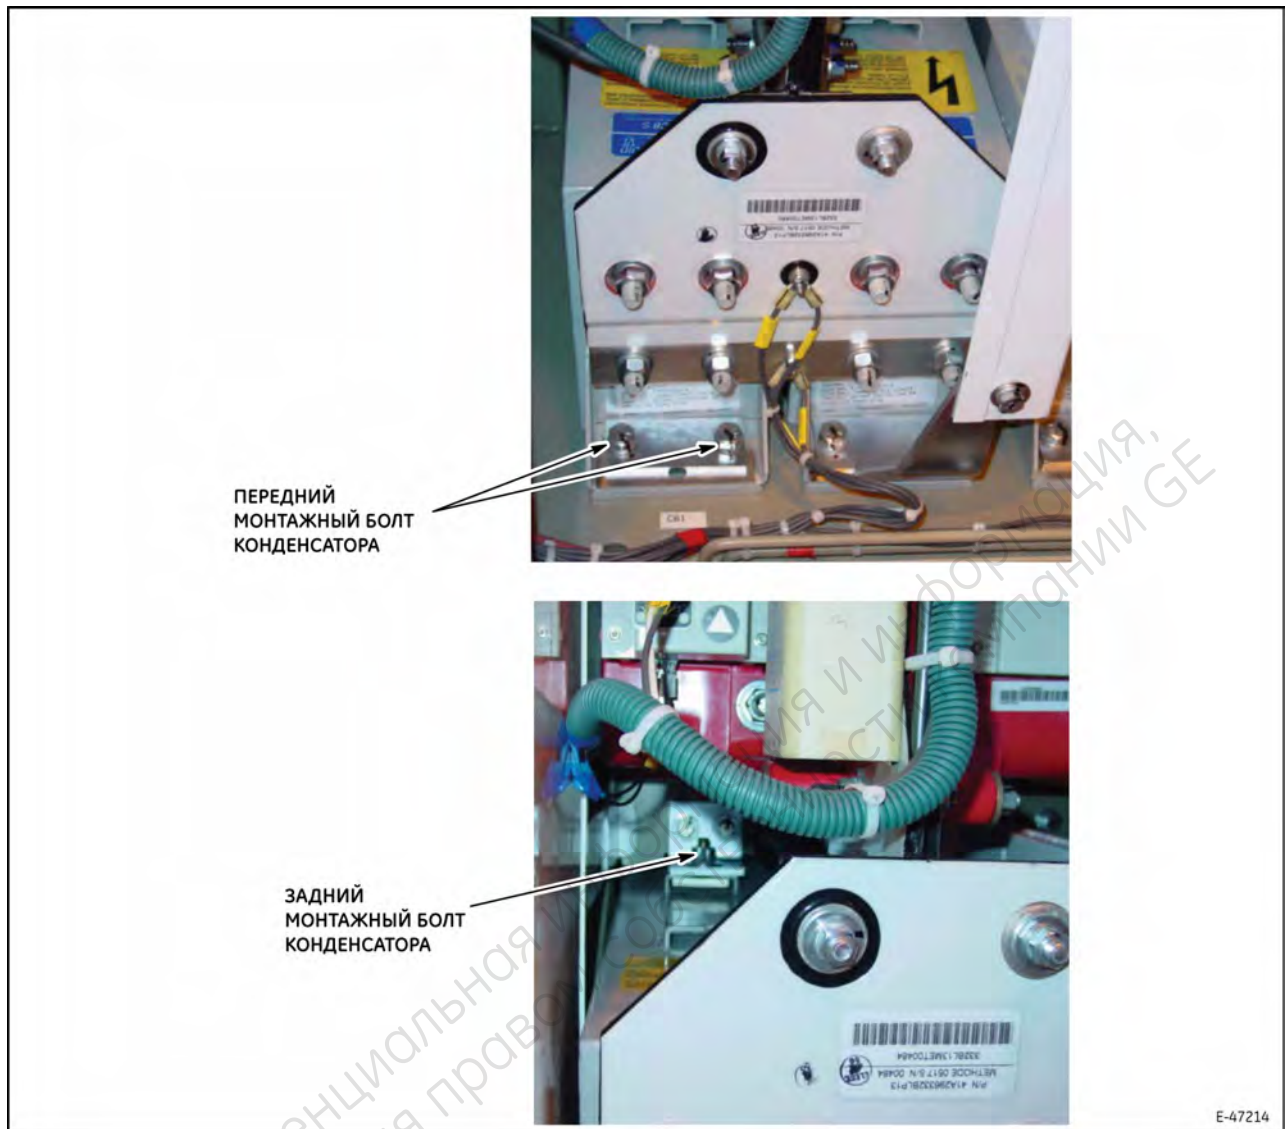

Рис. 33. Передние и задние монтажные болты конденсатора цепи.
7. Снимите два передних крепежных болта конденсатора (рис. 33) и болт в верхней задней части конденсатора. Чтобы снять конденсатор, необходимо сначала, снять вертикальную шину. Дополнительную информацию смотрите в разделе 5.16. «ВЕРТИКАЛЬНАЯ ИЗОЛИРОВАННАЯ ШИНА (VB1 – VB6)» данного документа.